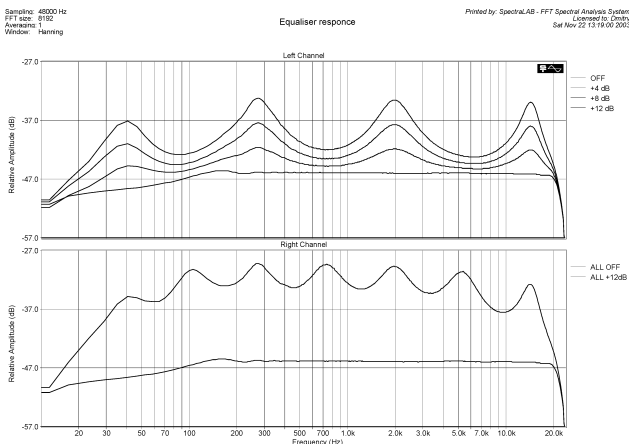

Рис.31
4. АЧХ на линейных выходах основных каналов при разных установках эквалайзера - **рис.31**.